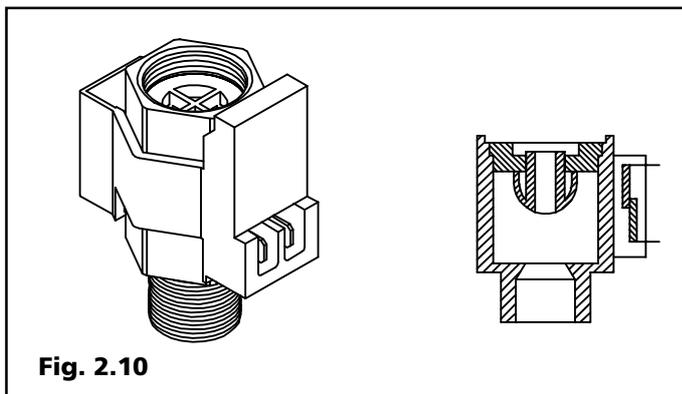

Fig. 2.10
4) Flussostato (Fig. 2.10): dispositivo in grado di rilevare la presenza del flusso dell'acqua tramite un galleggiante composto da